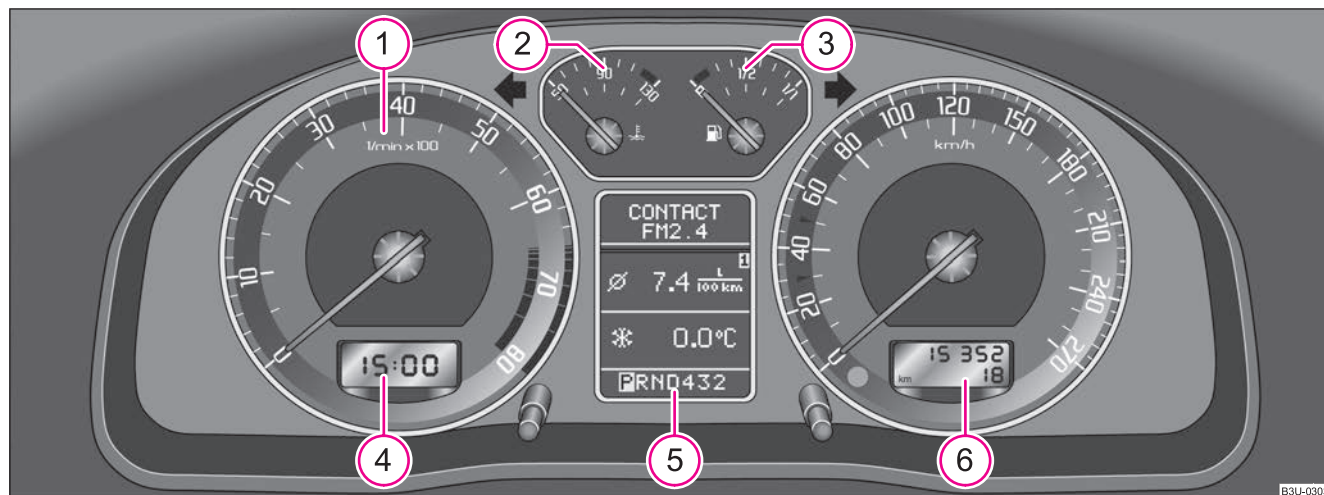
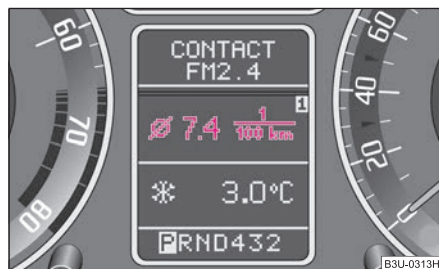

Abb. 2 Kombiinstrument
Abb. 6 Multifunktionsanzeige: Durchschnittlicher Kraftstoffverbrauch
Der Beginn des roten Bereiches im Drehzahlmesser ① ⇒ Seite 11, Abb. 2 kennzeichnet für alle Gänge die maximal zulässige Motordrehzahl des eingefahrenen und betriebswarmen Motors. Vor Erreichen dieses Bereiches sollten Sie in den nächst höheren Gang schalten bzw. die Wählhebelstellung **D** des automatischen Getriebes wählen.
Die Kühlmitteltemperaturanzeige ② ⇒ Seite 11, Abb. 2 arbeitet nur bei eingeschalteter Zündung.
Die Kraftstoffvorratsanzeige ③ ⇒ Seite 11, Abb. 2 arbeitet nur bei eingeschalteter Zündung.
Die Multifunktionsanzeige wird je nach Fahrzeugausstattung im Display des Drehzahlmessers ⇒ Seite 11, Abb. 2 oder im Informationsdisplay dargestellt ⇒ Abb. 6.